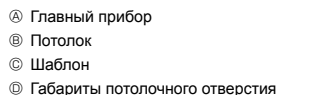

Fig. 2-6
6. Убедитесь в том, что операция A выполняется в пределах 17-22 мм. Несоблюдение данного предела может в результате привести к повреждениям. (Fig. 2-6)